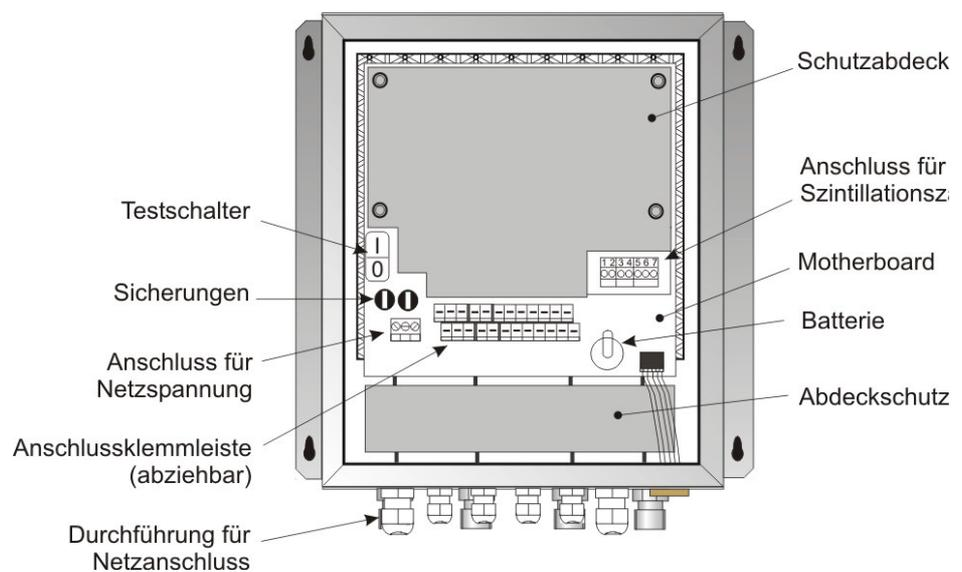

Abb. 5-1:
- Schließen Sie das spannungsfrei geschaltete Netzkabel an die Klemmen 3(L1), 2(N) und 1(PE) an.
- Überprüfen Sie, ob sich der Testschalter (Netzunterbrechung) in Position "EIN" befindet (siehe Abb. 5-1).